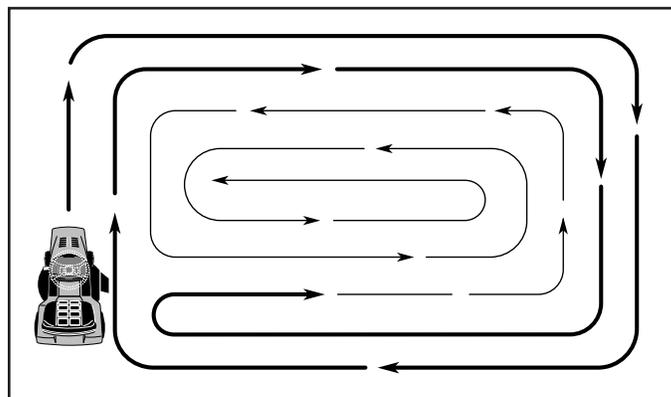

図 13
- 広い範囲の芝を刈る際は、刈り取った芝が木やフェンスや車道などに排出されないよう、まず右回転で運転します。1 ~ 2 周したら逆回転して、そこから最後まで左回転で芝を刈ります(図 13)。